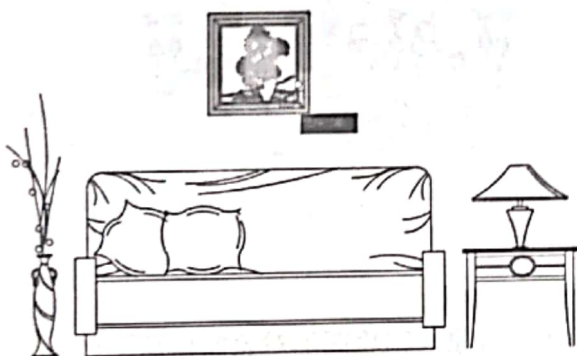

图 5-9 选择对象
► **Step01** 打开“素材/CH05/缩放装饰画图形.dwg”文件，执行“修改>缩放”命令，根据提示选择需要缩放的图形对象，如图 5-9 所示。